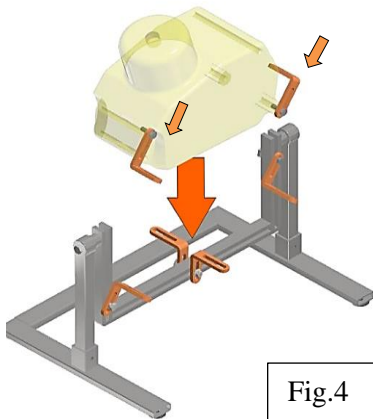
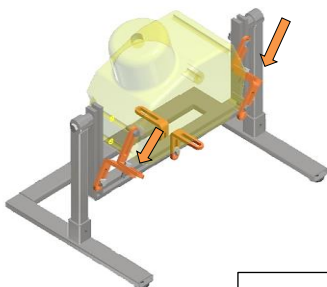

Fig.4
Fig.5
- un ultima coppia all'interno degli inserti del motore(Fig.4).
-In seguito posizionare il motore sulle flange di base inserite in precedenza(Fig.4) e infine fissare le flange presenti sul motore con quelle poste sul cavalletto con le apposite viti.(Fig.5)
- a last couple inside the motor inserts (Fig.4).
Then position the motor on the base flanges inserted previously (Fig.4) and finally fix the flanges on the engine with those on the stand with the appropriate screws. (Fig.5)